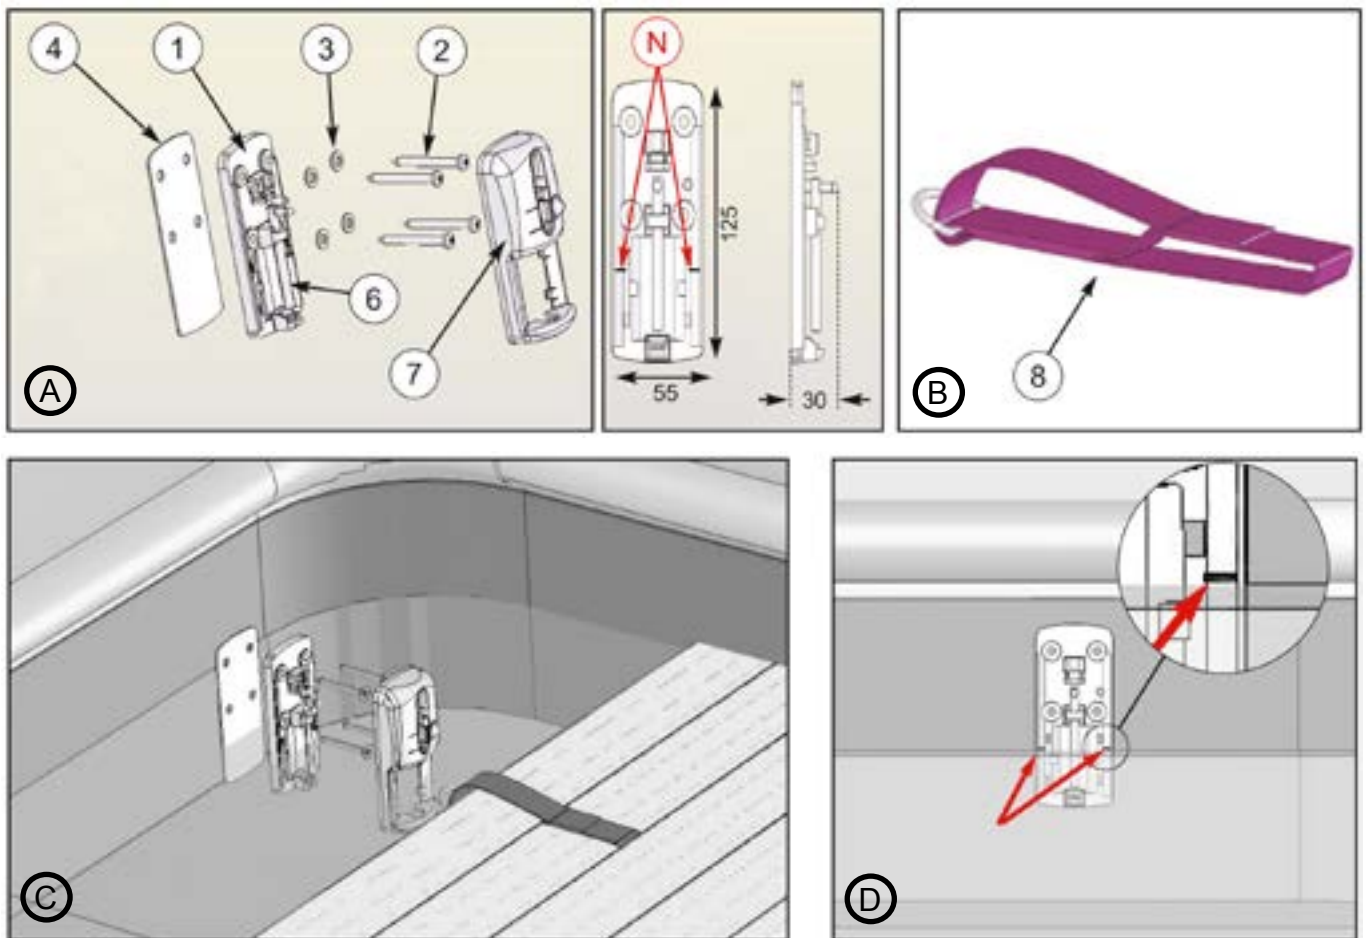

Abbildung 47 – Verlegen der Deckhaken
Die Installation der Haken ist in Abbildung 47 beschrieben.
Die Befestigungsurte (8) sind bereits auf den ersten beiden Lamellen der Rollabdeckung angebracht. Verwenden Sie die Befestigungsplatte (1) als Bohrschablone, um die Wand an den Befestigungshaken der Rollabdeckung vorzubohren, also auf den zur Achse entgegengesetzten Wänden, genau vor den Befestigungshaken. Positionieren Sie die Befestigungsplatten, so dass die Stifte N mit dem Wasserpegel eben sind (Abbildung 47).